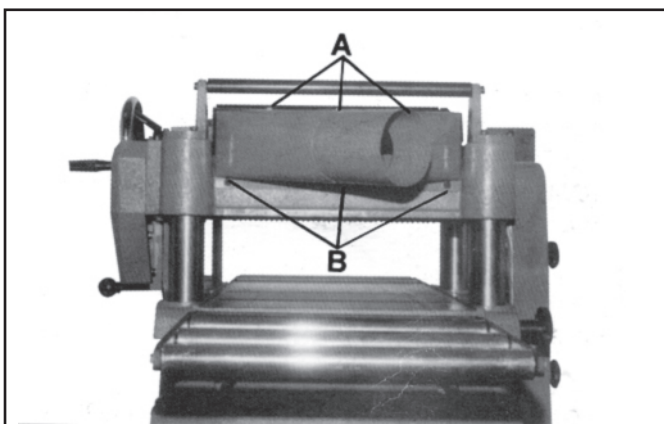

Figura 6
1. Instale el colector de polvo (A, Figura 6) en la parte superior de la cepilladora usando tres tornillos, tres tornillos hexagonales y tres roldanas de presión (B, Figura 6).